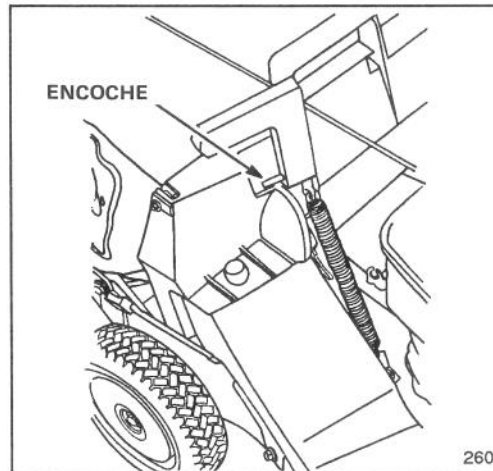

Figure 15
4. Tirez la poignée de la porte d'éjection vers l'avant jusqu'à ce que la cheville de dégagement du cran d'arrêt et déplacez la poignée vers l'arrière jusqu'à ce que la cheville soit verrouillée dans l'encoche du sac (Fig. 15). La porte d'éjection du carter de la tondeuse est maintenant ouverte.